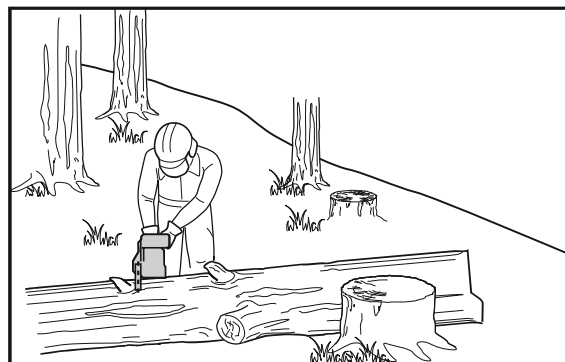

Fig. 32
4. Al seccionar en una pendiente, colóquese siempre en lado ascendente del tronco (Fig. 32). Al cortar, para mantener un control completo, libere la presión de corte cerca del final del corte sin relajar el agarre de las empuñaduras del producto. No deje que la cadena entre en contacto con el suelo. Tras finalizar el corte, espere a que la cadena se detenga antes de mover el producto. Pare siempre el motor antes de pasar de un árbol a otro.